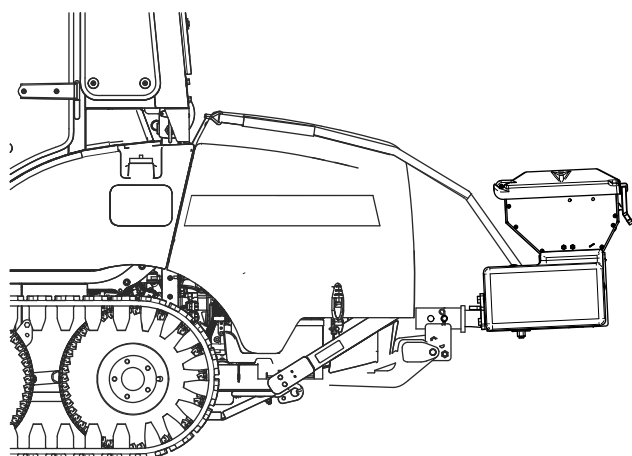

图 25
1. 将撒布机挂钩滑入车辆上的接收器挂钩并将撒布机挂钩上的第二个孔与车辆挂钩上的孔对齐 图 25。